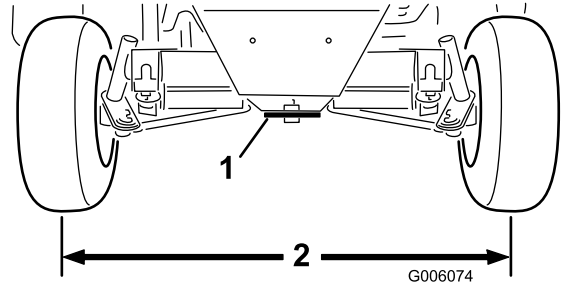

Bild 62
2. Stellen Sie die beiden Spurstangen so ein, dass der Abstand von Mitte zu Mitte an der Vorder- und der Rückseite der Hinterräder gleich ist (Bild 62).